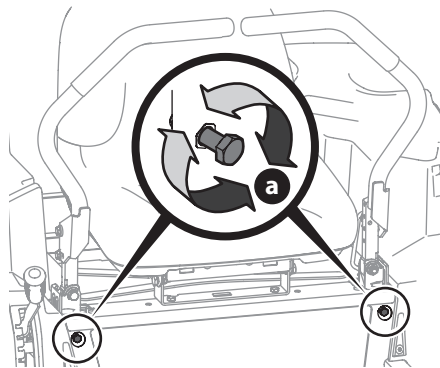

Figure 41
- Localisez les boulons de réglage de la butée du levier de commande de transmission des barres de conduite (a) situés à l'avant du châssis du siège (Figure 41).
3. Pour diminuer la vitesse en marche avant, tournez les boulons de réglage de la butée du levier de commande de transmission des barres de conduite (a) dans le sens des aiguilles d'une montre. Pour augmenter la vitesse en marche avant, tournez les boulons de réglage de la butée du levier de commande de transmission des barres de conduite (a) en sens inverse des aiguilles d'une montre. Tournez les boulons de réglage de la butée du levier de commande de transmission des barres de conduite (a) dans la direction requise de 1/4 tours à la fois. Après avoir tourné les boulons de réglage de la butée du levier de commande de transmission des barres de conduite (a), vérifiez le réglage en conduisant le tracteur (Figure 41).
- a. À l'aide de la poignée de levage du plateau ou de la pédale et du bouton de levage du plateau, ou de la pédale et de la goupille de levage du plateau, élevez-le jusqu'à la position la plus horizontale possible entre les galets tendeurs du plateau et la poulie de la PDF située au bas du moteur (Figure 41).